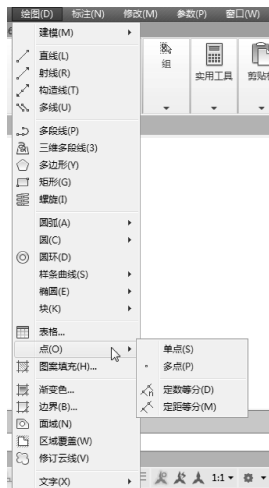

图 2-36 “点”的子菜单
(1) 用菜单栏方法操作时(图 2-36)，“单点”命令表示只输入一个点，“多点”命令表示可输入多个点。
(2) 可以按下状态栏中的“对象捕捉”按钮, 设置点捕捉模式, 帮助用户选择点。